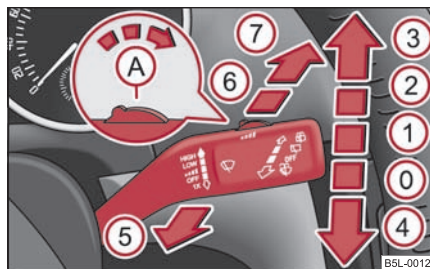

Fig. 70 Palanca de limpiaparabrisas
La palanca de limpiaparabrisas ⇒ fig. 70 tiene las siguientes posiciones:
- Si está conectado el barrido lento ② o rápido ③ ⇒ página 70, fig. 70 y la velocidad del vehículo disminuye por debajo de 4 km/h se conectará la velocidad de barrido inmediatamente inferior. En caso de aumentar la velocidad a más de 8 km/h se restablecerá el anterior barrido.
- Coloque la palanca en la posición ② ⇒ página 70, fig. 70. A una velocidad de más de 5 km/h y con un servicio permanente del limpiacristales delantero en la posición ② se llega a un proceso de lavado de 30 segundos.
- Coloque la palanca en la posición ③ ⇒ página 70, fig. 70. A una velocidad de más de 5 km/h y con un servicio permanente del limpiacristales delantero en la posición ③ se llega a un proceso de lavado de 10 segundos.
Los faros se limpiarán después del primer y tras cada quinto rociado del parabrisas si está conectada la luz de cruce o de carretera y se ha mantenido la palanca del limpiaparabrisas durante aprox. 1 segundo en la posición ⑤ ⇒ página 70, fig. 70.
- A continuación, empujar en el transcurso de 10 segundos la palanca del limpiaparabrisas a la posición ④ ⇒ página 70, fig. 70 - los brazos de las escobillas se desplazarán a la posición de servicio.